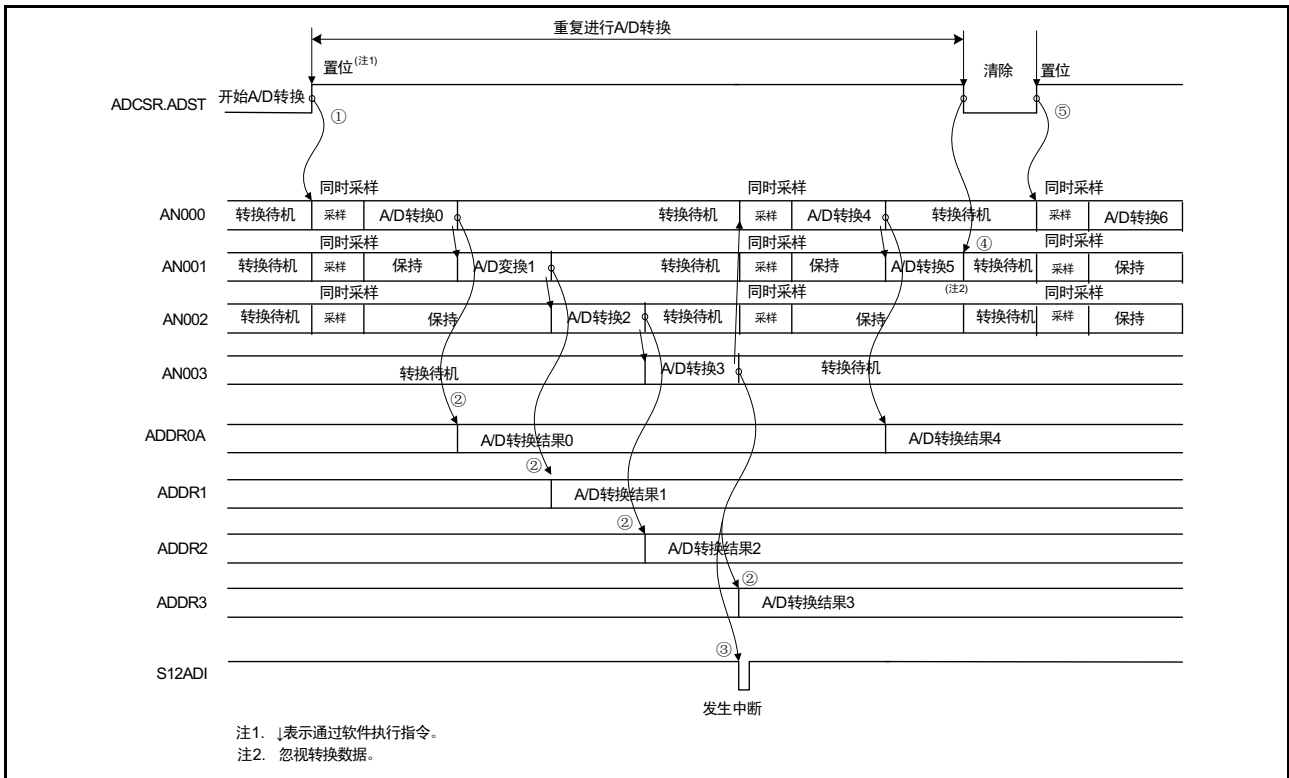
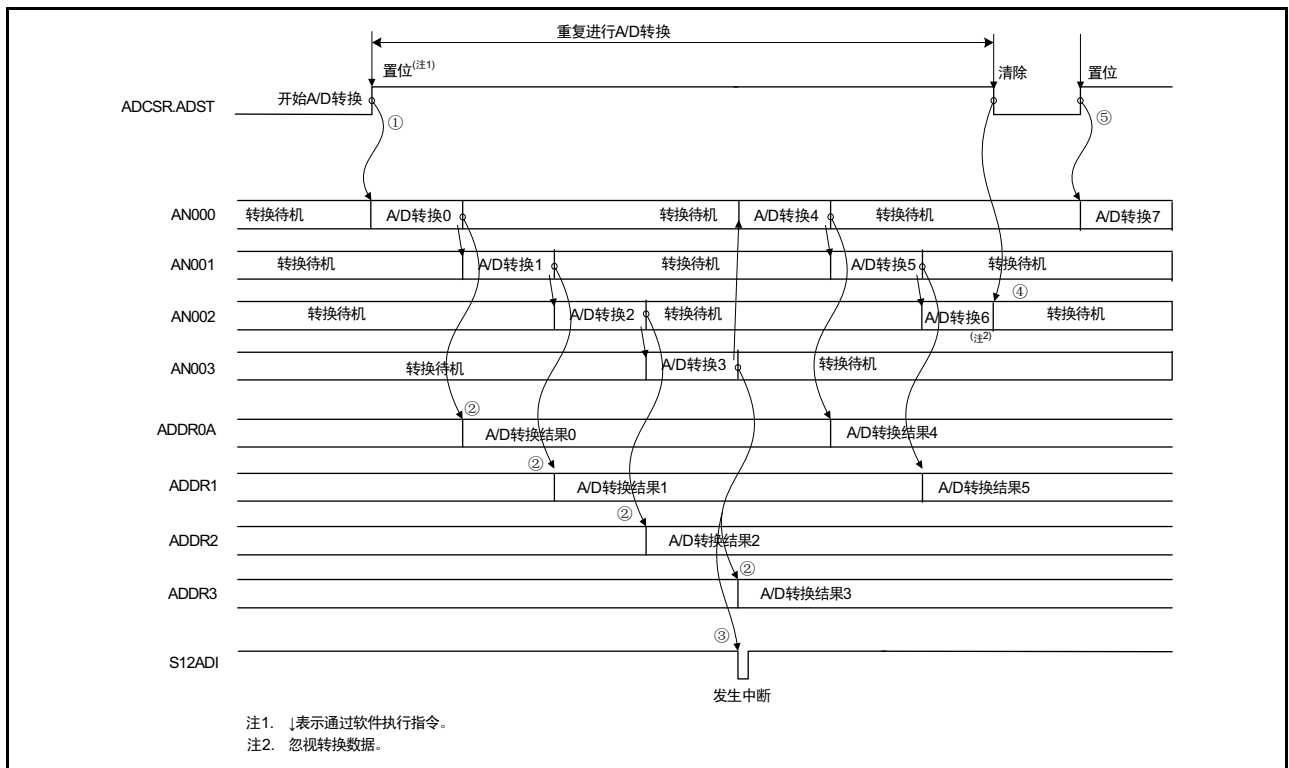

图 28.5 连续扫描模式的运行例子 (ADCER.SHBYP=0: 使用通道专用采样 & 保持电路时)
图 28.6 连续扫描模式的运行例子 (ADCER.SHBYP=1: 未使用通道专用采样 & 保持电路时)
5. 此后，如果将 ADST 位置“1”，就按照 ADANS 寄存器的 CH[1:0] 位设定的顺序重新开始 A/D 转换。另外，采样运行根据 ADCER.SHBY 位的设定而不同。ADCER.SHBY=0 时的运行如图 28.5、ADCER.SHBY=1 时的运行如图 28.6 所示。